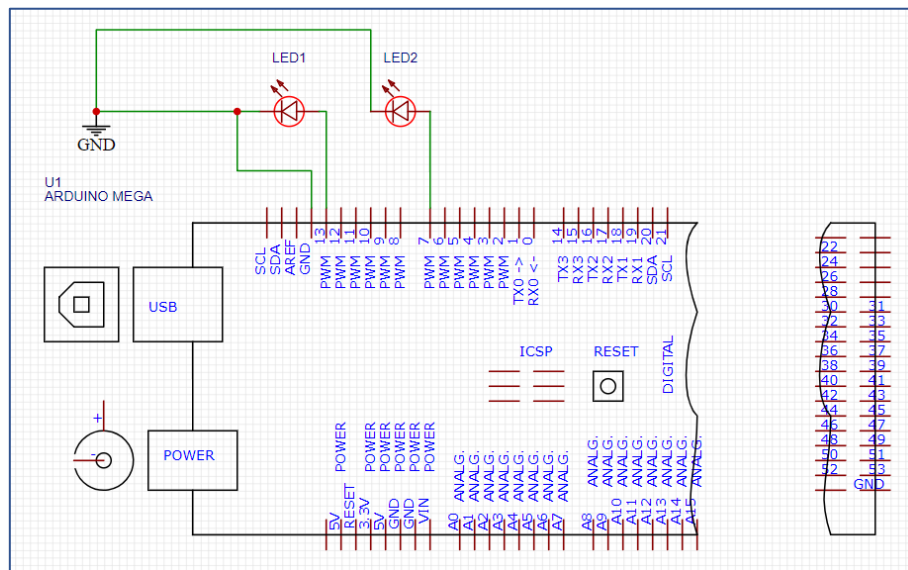

Figura 6 - Esquema elétrico do exemplo 2 de uso da função `digitalWrite()`
- f. O esquema elétrico relativo ao exemplo 2 é apresentado na Figura 6.